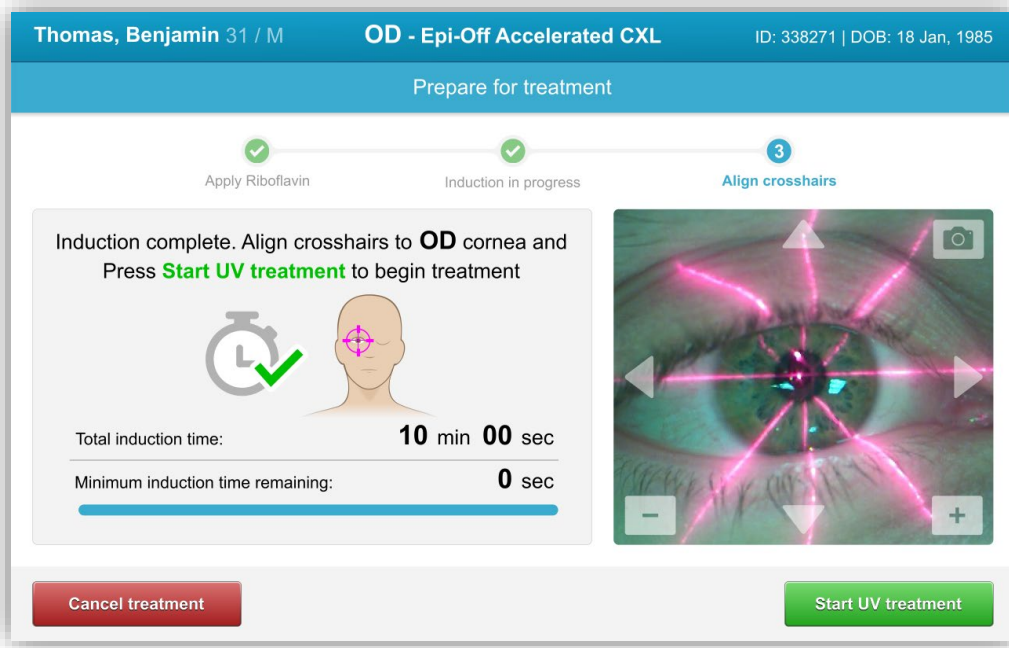

Abbildung 3-26. UV-Behandl. starten
- Sobald Auftragen von Riboflavin, Induktion und Ausrichtung der Fadenkreuze abgeschlossen sind, starten Sie die Behandlung, indem Sie wie in Abbildung 3-26 veranschaulicht auf die Taste „UV-Behandl. starten“ (Start UV treatment) drücken.